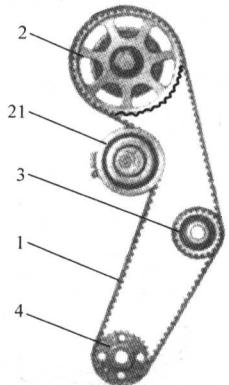

图 1-5 配气齿轮组件
3) 旋转张紧轮21（图1-5），拆卸发动机的正时齿形带1。